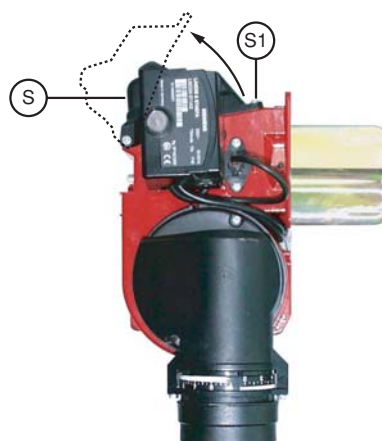

fig. 13.1-5
- togliere le viti S1, aprire lo sportellino superiore S del bruciatore (fig. 13.1-5) e controllare che i cavi di accensione siano in buono stato; al termine richiudere lo sportellino.